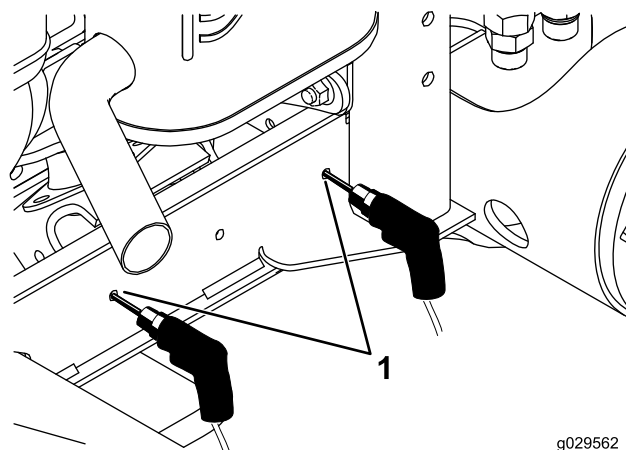

Figura 5
6. Remova o parafuso e porca que prendem o dispositivo de fixação e guarda-lamas à estrutura (Figura 5).
7. Nos locais marcados no passo 5, perfure dois orifícios (diâmetro de 0,71 cm) no canal da estrutura (Figura 5).